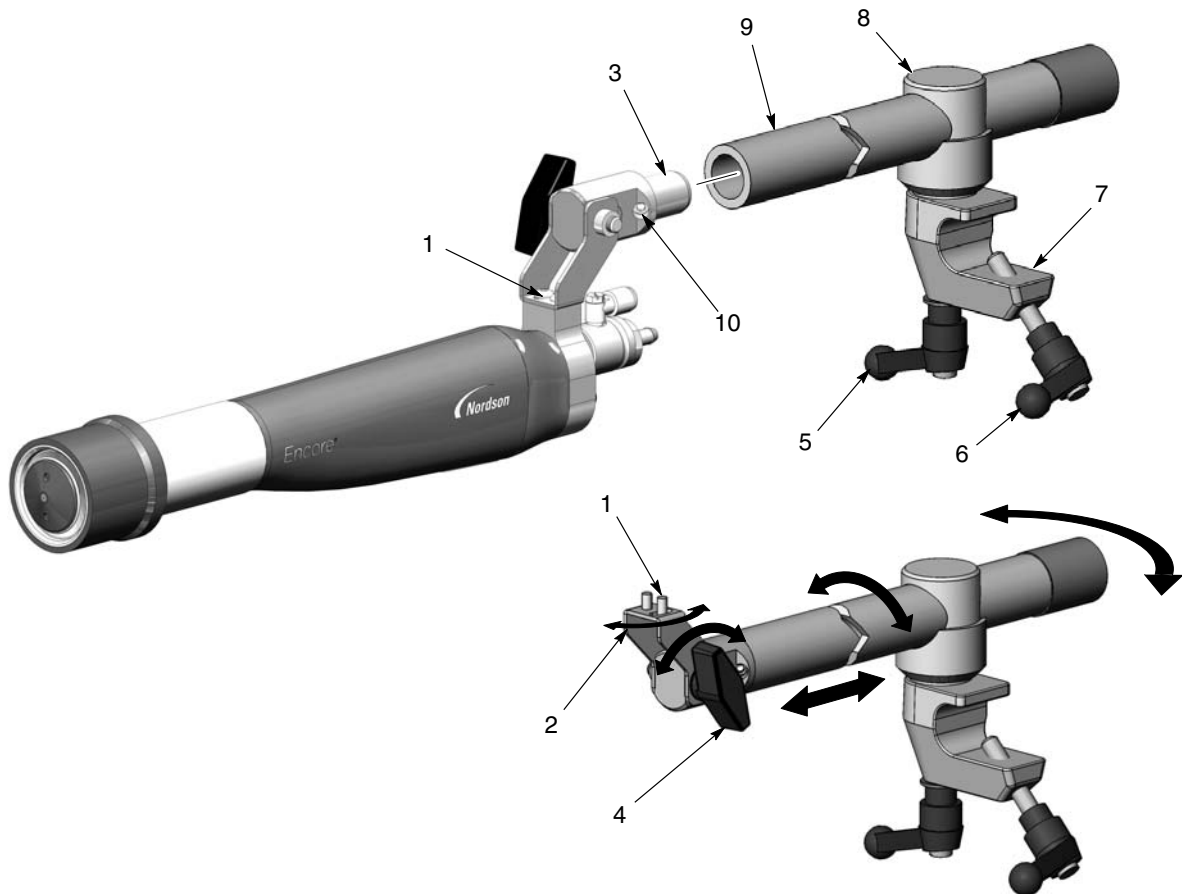
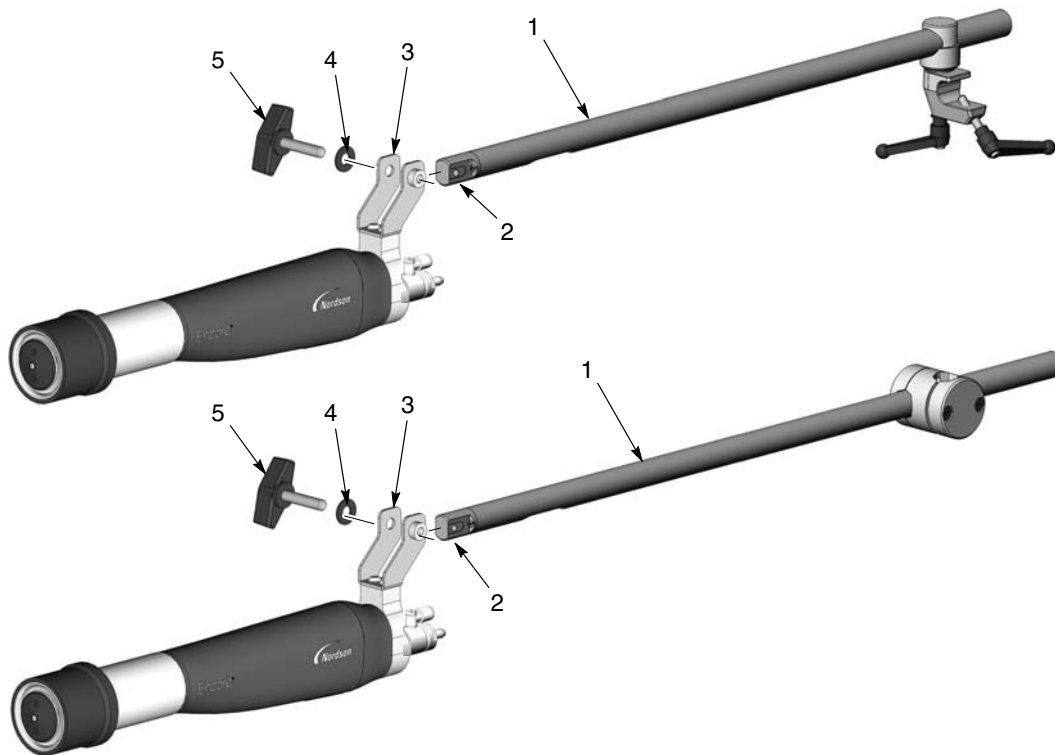
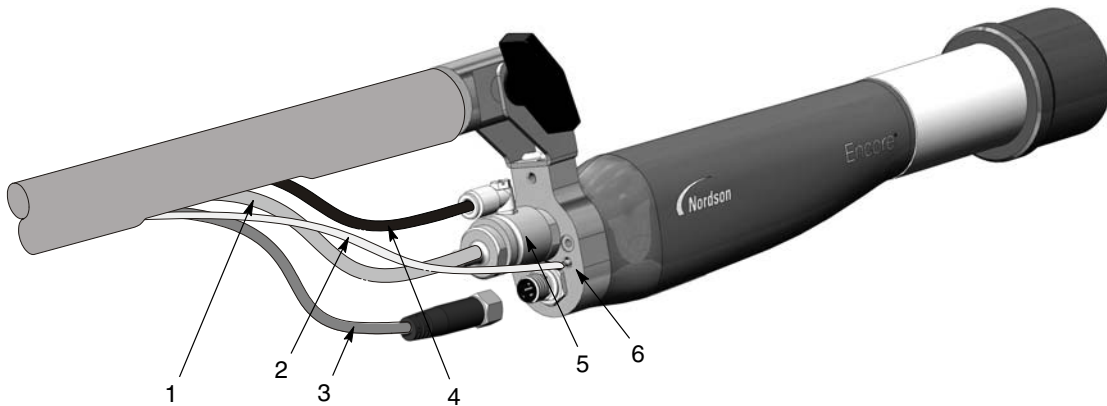

Figure 3-1 Fixation du pistolet sur barre articulée standard
Figure 3-2 Kits optionnels de fixation du pistolet sur barre
Figure 3-3 Branchements du pistolet – Buse conique illustrée
1. Voir la figure 3-1. Monter l'adaptateur de tube (3) dans l'extrémité de la barre de réglage (9) et la bloquer en serrant la vis de blocage (10) avec une clé Allen de 4 mm.
- Desserrer la vis à tête plate (1) de droite pour déplacer la pointe du pistolet d'un côté à l'autre.
- Pour basculer la pointe du pistolet vers le haut ou le bas, desserrer le bouton d'inclinaison (4).
- Desserrer la poignée de verrouillage (5) pour faire tourner la barre de réglage ou la faire coulisser vers l'avant ou l'arrière.
2. Monter la bride (7) sur une barre de fixation de 1 pouce et serrer la poignée de la bride (6).
3. Attacher ensemble le tuyau à poudre, le tuyau transparent de 4 mm de lavage à l'air de l'électrode et le câble du pistolet et les fixes à la barre de réglage à l'aide de bandes Velcro Nordson. Les relier au pistolet de pulvérisation, comme illustré dans la figure 3-3.
Voir la figure 3-2. Les kits de fixation sur barre optionnels sont équipés de barres de réglage (1) de grand diamètre intérieur à travers lesquelles peuvent passer le tuyau à poudre, le tuyau à air et le câble du pistolet. L'adaptateur de tube (2) fourni avec le pistolet de pulvérisation ne peut pas être utilisé avec ces kits, il faut le remplacer par l'adaptateur fourni avec les kits.
1. Dévisser et retirer le bouton et la rondelle (5, 4) du support de montage de pistolet (3).
3. Coulisser l'extrémité de l'adaptateur de tube optionnel (2) dans le support de montage de pistolet et aligner le trou dans l'extrémité de l'adaptateur avec les trous dans le support de montage de pistolet.
5. Voir la figure 3-3. Tirer (dans l'ordre suivant) le câble du pistolet, le tuyau transparent de 4 mm de lavage à l'air de l'électrode et le tuyau à poudre à travers le tube de montage final et les faire sortir par la découpe. Les relier au pistolet de pulvérisation, comme illustré dans la figure 3-3.
Voir la figure 3-3.